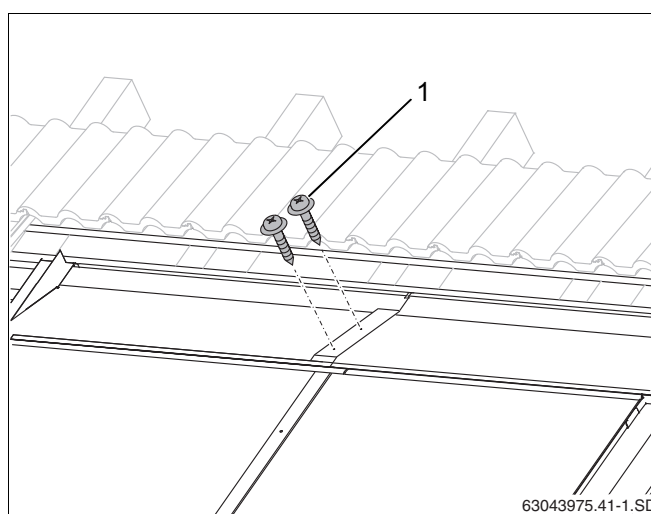

Рис. 58 Соединение верхних накладных листов саморезами
- ▶ Места перехлеста листов закрепите тремя прилагаемыми саморезами длиной 25 мм (рис. 58, [1]).